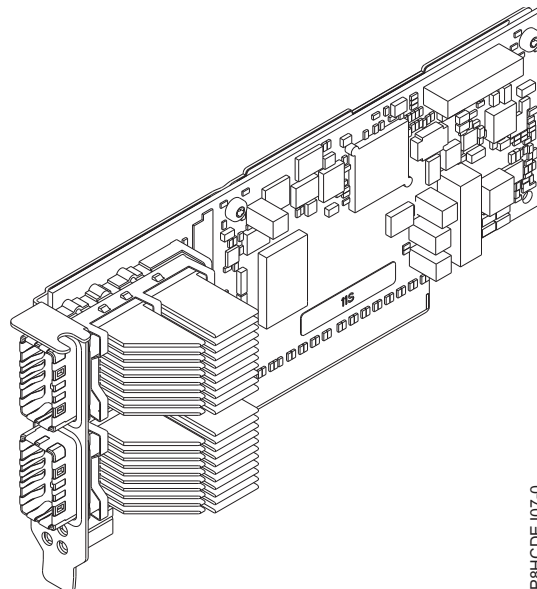

Figure 70. Carte GPU PCIe gen3 x16
La figure 70 représente la carte.
**Remarque :** Les voyants représentés à la figure 70 indiquent les états suivants :